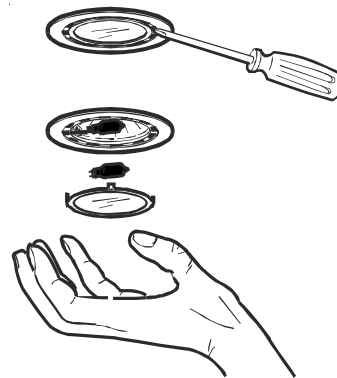

Рис. 5
- Снимите плафон освещения, используя плоскую отвертку как рычаг (см. рис. 5).